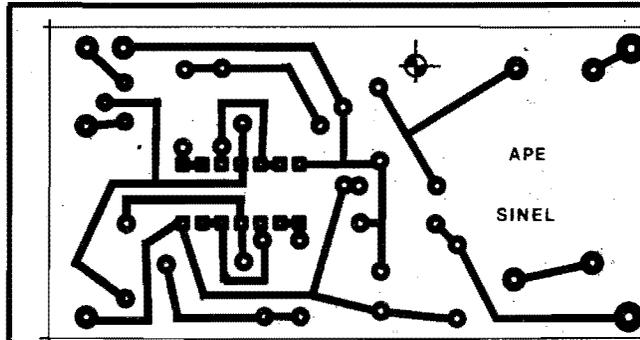

Fig.2
- FIG. 2 - O LAY OUT DO CIRCUITO IMPRESSO - Como sempre fazem os nossos "leiautistas", o padrão cobreado de ilhas e pistas do Impresso específico para a SINEL também foi parametrado para atender à dualidade "compactação sem espremito"... As razões são simples: quanto menor fica uma placa, menor o seu custo final e mais "elegante" o resultado da montagem... Por outro lado, quanto menos "espremito" ficar o lay out das partes cobreadas, menores serão as dificuldades de montagem impostas ao principiante! Para quem acompanha APE assiduamente, não é difícil notar que nossos desenhistas conseguem façanhas tipo "enfiar 8 pessoas num fusquinha sem que ninguém fique ba-